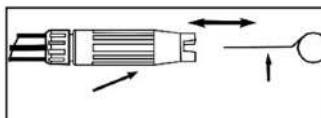

Figura 5- Insertar el limpiador de la punta en el orificio de la boquilla y moverlo hacia delante y hacia atrás hasta eliminar los restos.
5. Conecte la manguera de suministro de agua en el conector de entrada de agua. Ver figura 5 y 6. La manguera de suministro de agua no viene con la hidrolavadora de alta presión.
(Ver figura 5.)